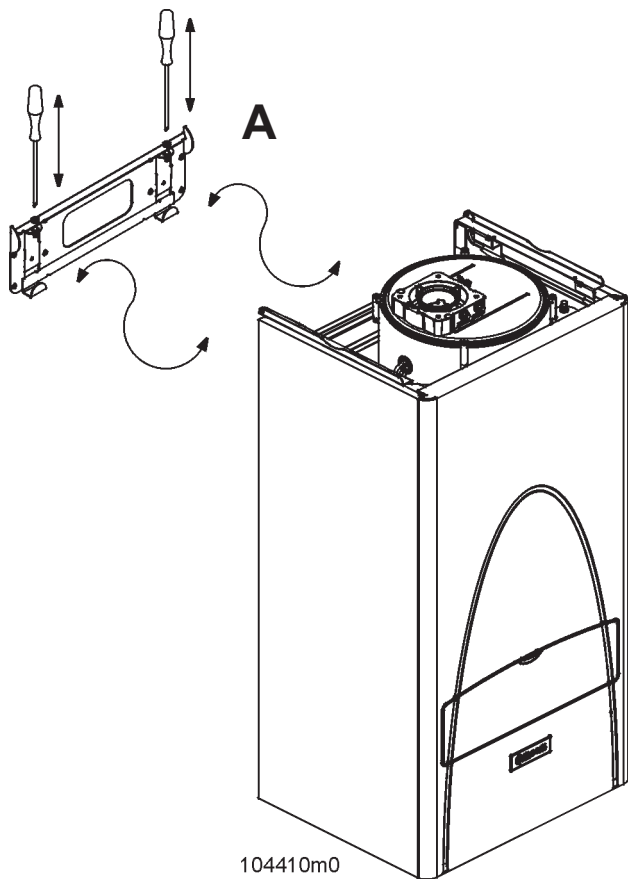

Figura 10 - Piastra regolabile di sostegno(particolare "A")
- fissare la staffa di sostegno "A" (vedi figura 10), alla parete, con le viti dei tasselli a corredo;
- appendere la caldaia alla staffa "A" (vedi figura 10);